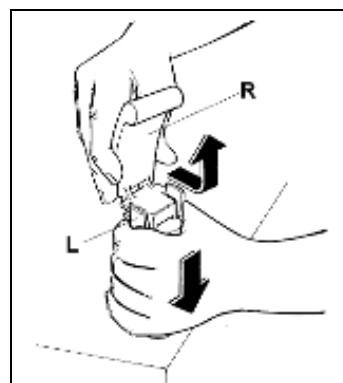

Fig. 4
- **S**montare il rubinetto tenendo premuto verso il basso il corpo L sfilando al leva R dalla propria sede (vedi fig.4).